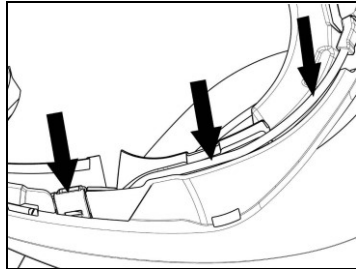

Abb. 14
- Bringen Sie das Kabel im Helminnern an und positionieren Sie den rechten Befestigungsclip in dem dafür ausgesparten Bereich (Abb. 14).